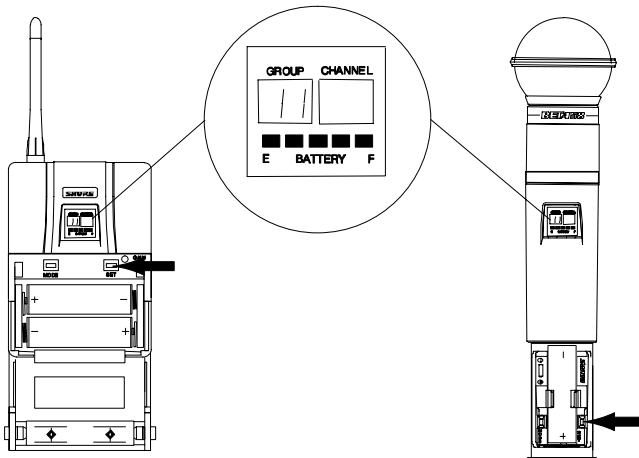

ABBILDUNG 39
4. Die SET-Taste drücken, um die Gruppeneinstellung zu ändern (Abbildung 39).